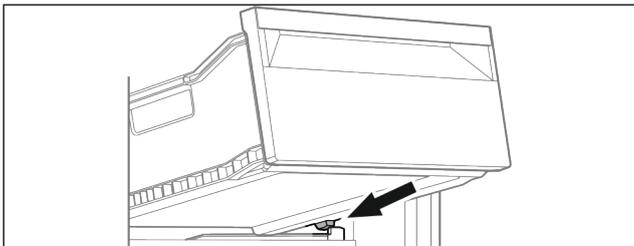

Fig. 20
- ▶ Schubfach schräg hinter den Stopperrn auf die Behälterraupe aufsetzen Fig. 20 ().